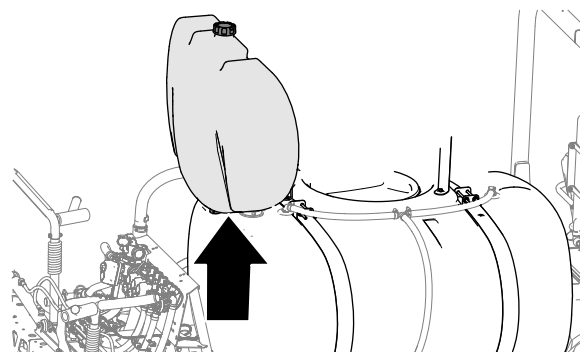

Bild 5
6. Nehmen Sie den Spülbehälter von der Maschine ab (**Bild 5**).